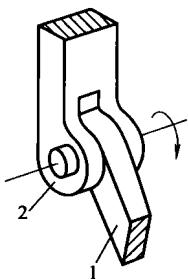

图 1-3 转动副
① 转动副：若组成运动副的两构件只能在一个平面内相对转动，这种运动副称为转动副或称铰链，如图 1-3 所示。